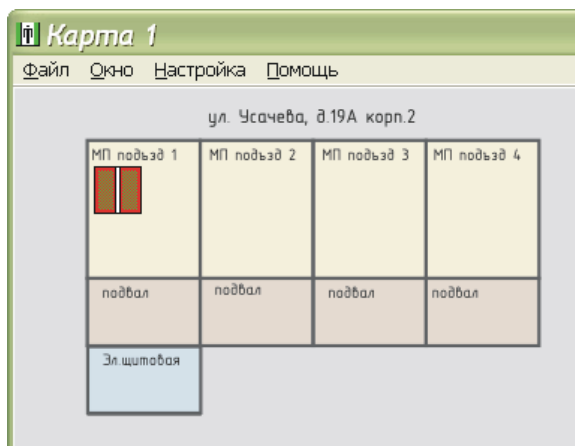

Рисунок 16
- переместить на карте созданный блок на место машинного помещения, соответствующее адресу дома и номеру подъезда (рисунок 16);